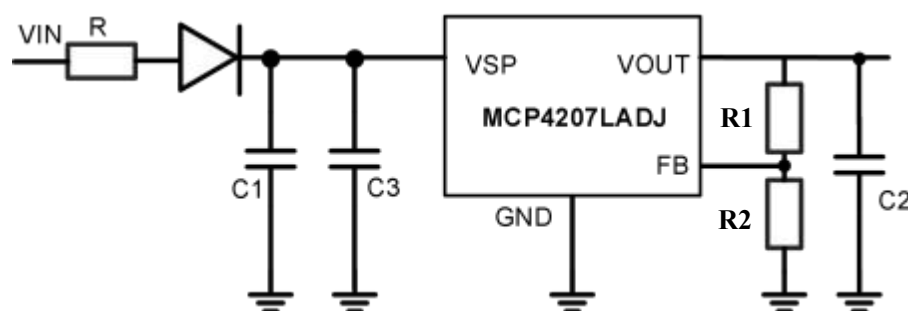

图 5-1 MCP4207LADJ 应用电路
2) 图 5-1 给出了一种典型应用电路。为了确保控制环稳定, MCP4207LADJ 输出端需要一个容值至少 2.2 μ F、ESR 最大不超过 4R 的输出电容, 其中钽电容和多层陶瓷电容都合适。
4) 为了缓冲电源线影响, 可在图 5-1 所示的应用电路中的输入端增加了一个 470 μ F 的电解电容 C3。特别是器件由几米长的电源线供电, 则推荐增加该电容。